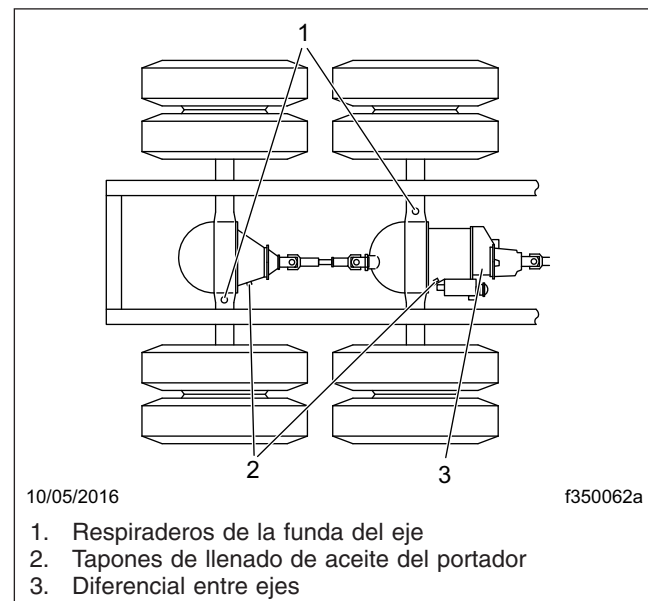

Figura 10, Respiraderos de la funda del eje Meritor
5. Revise el respiradero de la funda del eje. Asegúrese de que esté abierto y destapado. Vea la Figura 10. Si el respiradero está obstruido o dañado, límpielo o reemplácelo según sea necesario.